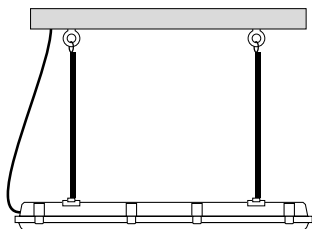

Рис. 2. Установка светильника подвесным способом
- 3.2. Для подвесного монтажа (рис. 2) закрепите на потолке рым-болты для тросов (в комплект не входят).